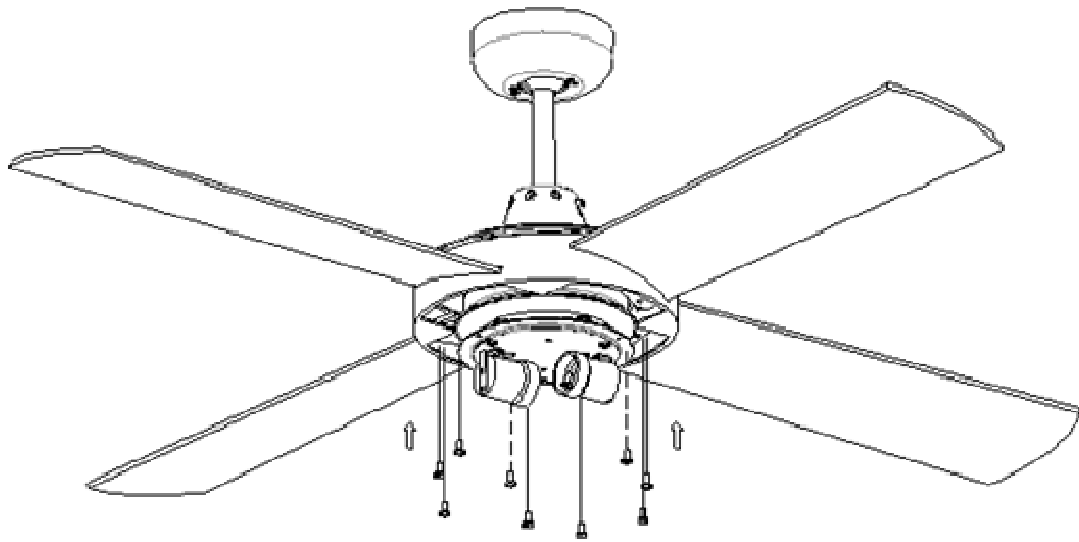

Fig.6
5. Fije un aspa con los 3 tornillos previstos para ello. Preste atención que en un primer paso los 3 tornillos no se aprietan del todo antes de apretarlos de uno en uno completamente. Tampoco apriete demasiado para no dañar a las aspas. Repita los pasos para las demás aspas. Fig.6